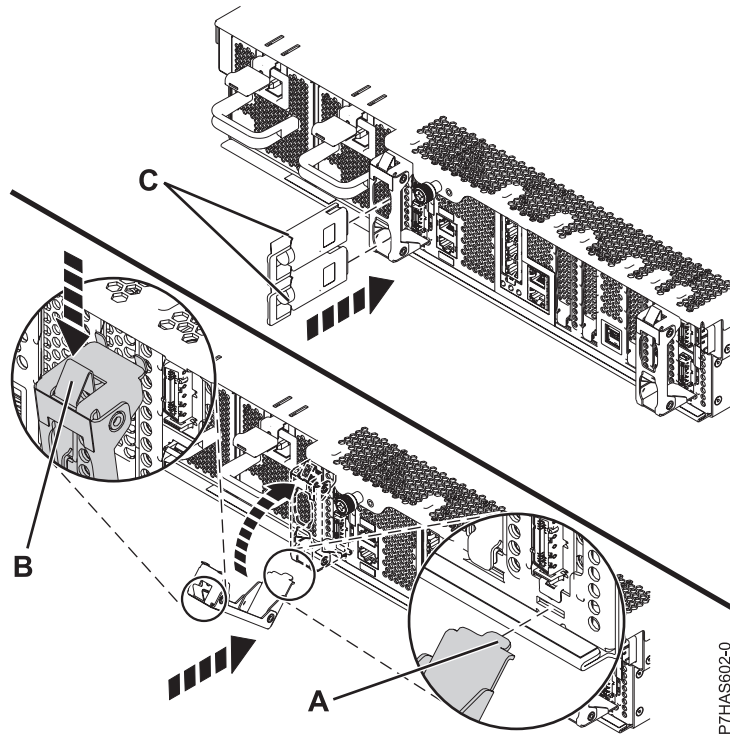

Figure 3. Installation du support de câbles
17. Afin de bloquer la patte inférieure dans l'emplacement du bloc, inclinez légèrement le support de câble (A) (voir la figure 3).